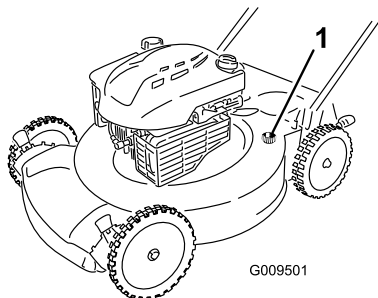

Bild 32
4. Befestigen Sie einen Gartenschlauch, der an einen Wasserhahn angeschlossen ist, am Wasseranschluss der Maschine (Bild 32).